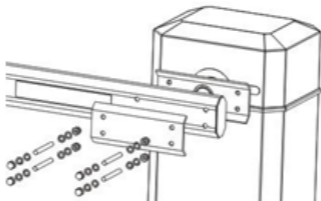

图2-2
- 取出档杆与挡杆外夹板、螺丝、螺母，并按图 2-2 方式安装好；